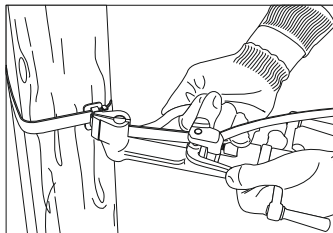

Рисунок 9
4.6 После натяжения ленты разверните инструмент в сторону скрепы и при помощи встроенного ножа отрежьте оставшийся кусок ленты (рисунок 9).